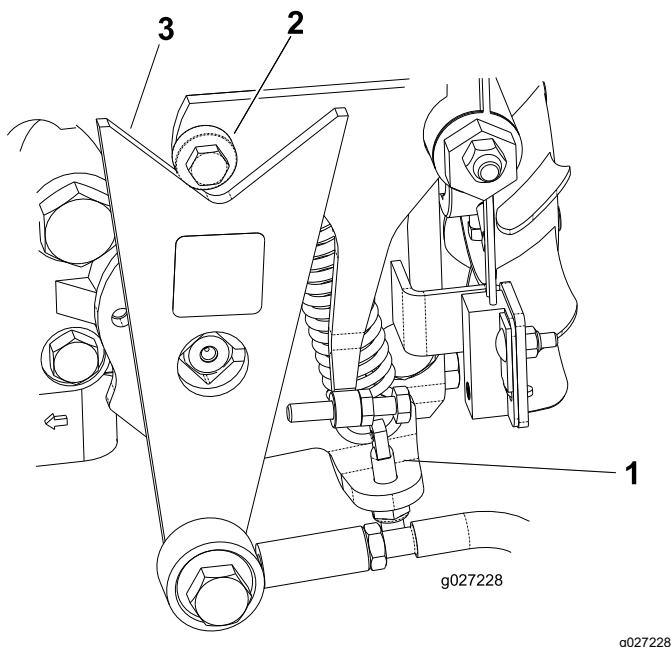

Bild 48
- Wenn sich die Räder in der richtigen Richtung bewegen, stellen Sie den Motor ab und stellen die Sicherungsmutter des Federeinstellungsstifts ein (Bild 48). Stellen Sie die Neutral-Stellung des Getriebes ein, siehe Einstellen der Leerlaufstellung für den Fahrtrieb \(Seite 33\).